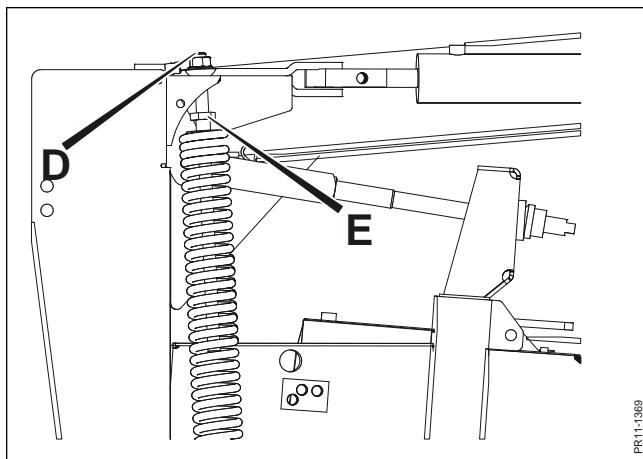

Fig. 3-7
- Fig. 3-7** 3) **Aflastningsfjedrene justeres vha. spindlen D, indtil skivebjælken trykker passende mod jorden.**